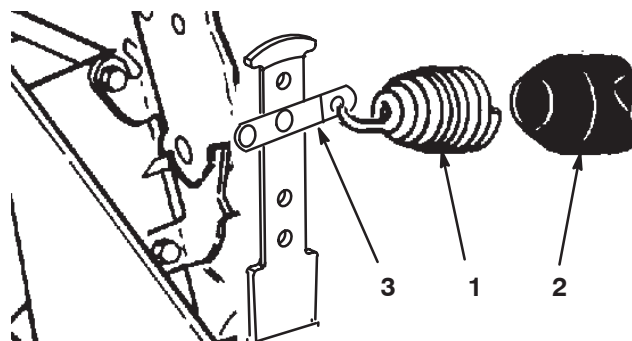

Figure 15
6. Sur les bras d'équilibrage, posez le couvercle en vinyle sur le ressort avant d'accrocher l'autre extrémité du ressort à la jumelle dans le deuxième trou en partant du haut (Fig. 15)